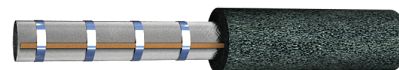
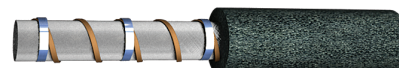

Рис. 4
Рис. 5
**2** Установите нагревательную секцию на трубу: либо вдоль трубы (рис. 4), либо используя намотку по спирали (рис. 5). Шаг укладки выбирать в соответствии с Табл. 1 или Табл. 2.